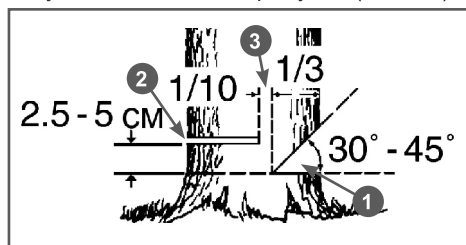

Рис. 11 Расположение запила, пропила и недопила
8. Начните пилить с той стороны дерева, куда оно должно упасть (Рис. 11). Сделайте запил 1 с той стороны, куда должно упасть дерево, глубиной примерно 1/3 диаметра ствола и под углом от 30 до 45 градусов (Рис. 11).
Ни в коем случае не допиливать до конца недопил 3 (Рис. 11), так как при этом невозможно контролировать направление падения дерева.
9. Сделайте основной валочный пропил 2 с противоположной стороны, выше основания запила на 2,5-5 см. Между основным пропилом и запилом должно оставаться недопил 3 примерно 1/10 диаметра ствола. Вставьте своевременно клин в пропил. Недопил 3 действует как шарнир и позволяет контролировать падение дерева (Рис. 11).